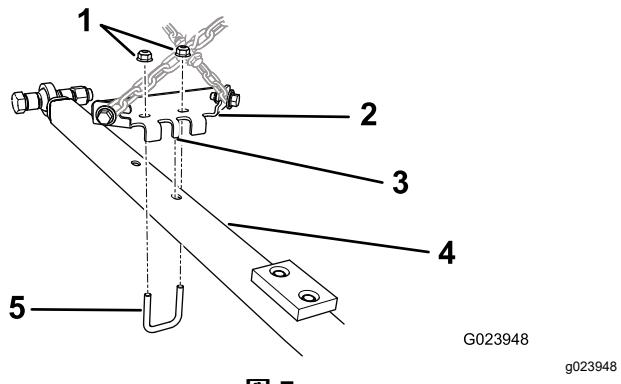

図 7
1. 牽引バー・ブラケットについているセンタータブを、牽引バーの後ろ側にある穴に合わせる図 7。